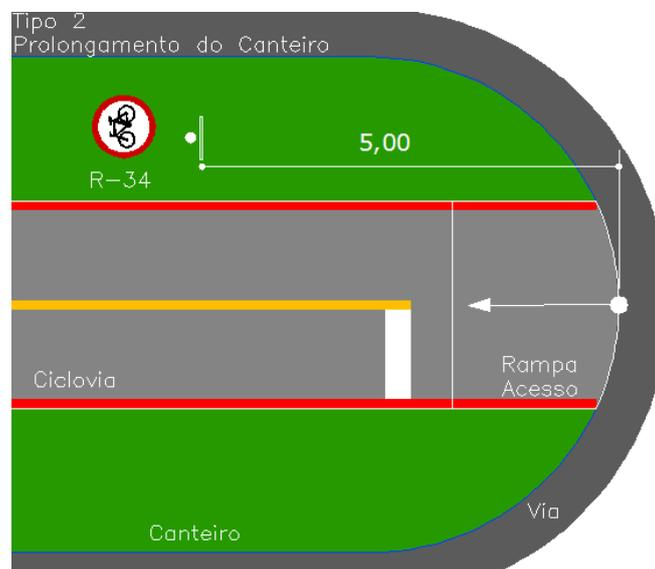

Figura 09 – Placa de Regulamentação R-34 – Tipo 2 – Travessia Longitudinal.
- Quando houver travessia longitudinal (entre os canteiros), posicioná-la a 5 metros da rampa longitudinal, ver Figura 09.